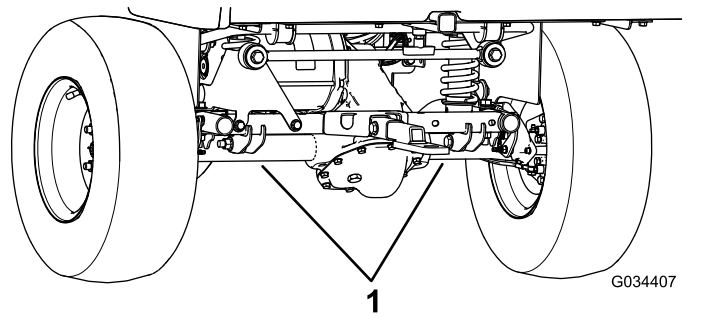

Figure 22
- Le point de levage arrière de la machine est situé sous les tubes d'essieu (Figure 22).